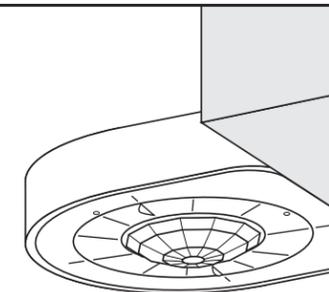

Figure 2A
- En orientant la photocellule vers un puits de lumière, elle ne détectera que l'éclairage du jour. Les luminaires n'auront alors que peu d'apport. Le graphique de la **figure 2A** illustre les valeurs d'une photocellule tout au long de la journée. Présument l'absence de nuages, ces valeurs empruntent un parcours relativement linéaire. À l'extrême gauche, représentant la nuit, les niveaux sont très bas, et commencent à monter à l'aube. Quand les valeurs atteignent le point de consigne, les lumières s'éteignent, puisqu'il y a suffisamment d'éclairage naturel. Les niveaux amorcent leur descente vers midi, jusqu'au point de consigne, où les lumières se rallument.